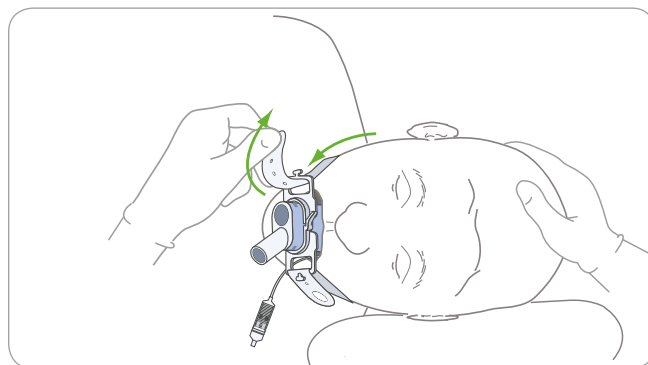

Figure 14. Faire passer la partie libre de la sangle de fixation derrière et autour de la tête du patient, puis la fixer sur l'anse droite de la collerette
- Après avoir placé le patient en décubitus latéral gauche, attacher l'une des extrémités de la sangle de fixation sur le côté gauche de la poignée en faisant passer l'extrémité de la sangle dans l'anse de la collerette et en la fixant sur le crochet situé à l'extérieur. Faire passer la partie libre de la sangle de fixation derrière et autour de la tête du patient. Tirer la sangle de fixation à travers l'anse droite, appliquer une tension suffisante pour la maintenir en place, puis la fixer sur l'anse droite de la collerette, comme indiqué sur la **figure 14**.